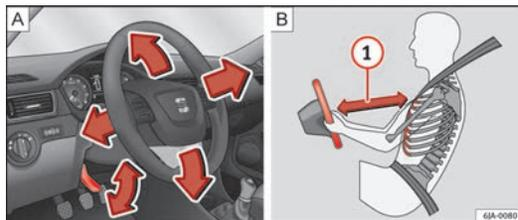

Fig. 101 Volante regolabile: leva sotto il piantone dello sterzo/distanza di sicurezza dal volante
- Tra lo sterzo del guidatore e il volante deve esserci una distanza di almeno 25 cm  ⇒ fig. 101  ⇒ pagina 142. Se questa distanza minima non viene rispettata, viene pregiudicata la funzione protettiva del sistema di airbag che, aprendosi, può addirittura rappresentare un pericolo mortale!
- Tirare verso il basso la leva posta sotto il volante ⇒ fig. 101 [A].